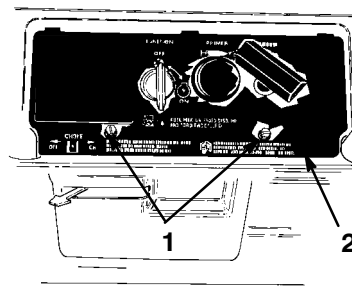

Figure 12
3. Enlevez les deux vis qui fixent le panneau de commande au carter (Fig. 12).
- Enlevez les deux vis qui fixent le panneau de commande au carter (Fig. 12).